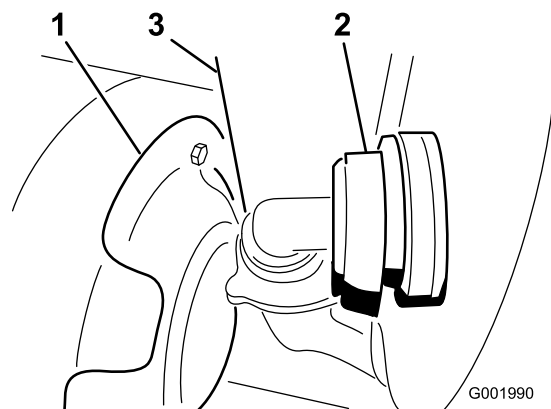

Figura 57
- Retire a tubagem localizada em baixo na parte da frente do depósito (Figura 57).
Nota: Pode ser necessário fazer recuar a protecção contra o calor (Figura 57) quando retirar a tampa.
- Ligue a tubagem na parte da frente do depósito (Figura 57).